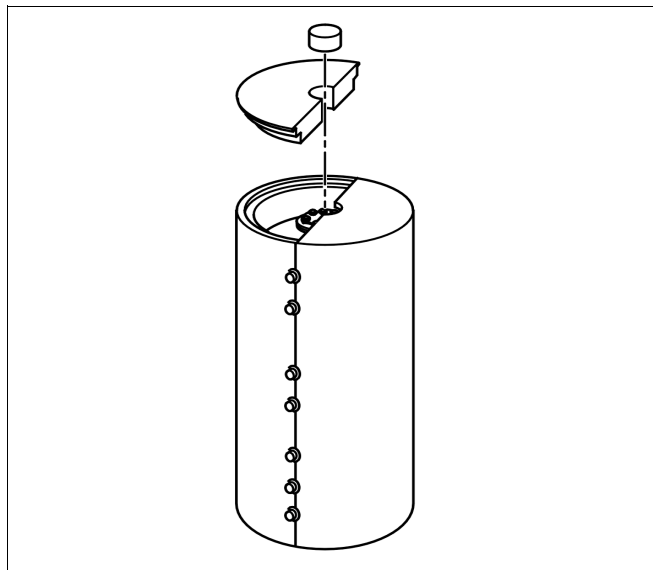

Fig. 8
- Inserire le 2 parti di calotta, sopra, nello scalino dei segmenti circolari (fig. 8).
- Inserire il disco termoisolante piccolo (riempimento) da sopra, al centro delle due metà di calotta (fig. 8).